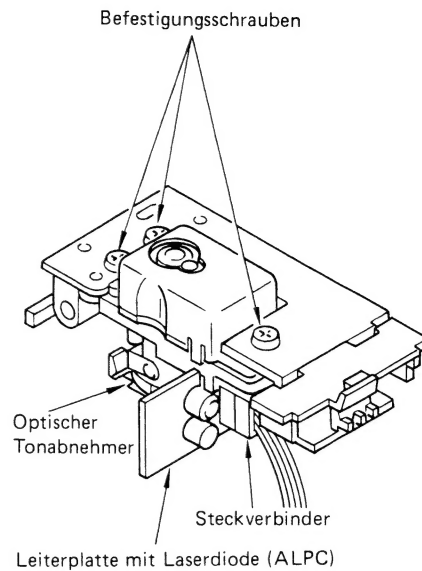

Abb. 6
- 7) Die Tonabnehmereinheit herausnehmen (Abb. 6).
- 8) Die drei Befestigungsschrauben aus der Tonabnehmerhalterung herausdrehen und den optischen Tonabnehmer abnehmen (Abb. 6).